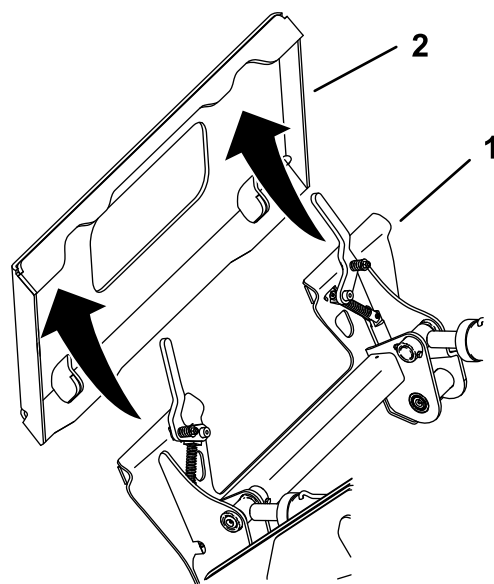

Figure 57
5. Placez la plaque de montage dans le bord supérieur du socle du récepteur de l'outil (Figure 57).